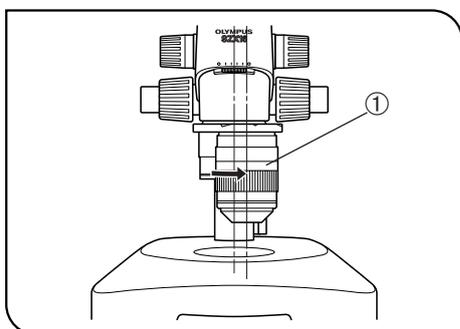

Fig. 30
1. Rode a objectiva pretendida ① para a direita (17°) até à posição de encaixe para o caminho óptico fotográfico. (Fig. 30)